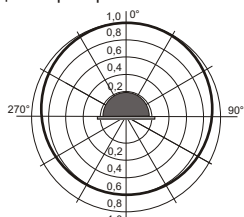

Рис.2 Схема подключения и диаграмма направленности оповещателя.
| 2.8. Диаграмма направленности звука на рис.2 (п.5.3) | |
5.3. На рис.2 показана схема подключения и диаграмма направленности звука оповещателя.
5.1. Перед установкой необходимо проверить внешний вид оповещателя на наличие повреждений и проверить работоспособность следующим образом:подключить источник питания (типа Б5-7) к выводам оповещателя (рис.2), предварительно установив напряжение питания (12±3)В. При этом оповещатель должен выдать плавно нарастающий по громкости звуковой сигнал.